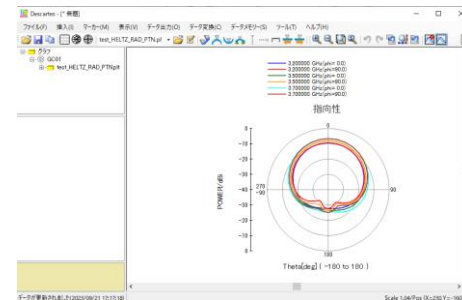

図4. 結果フォルダに出力された指向性グラフ
5. 指向性グラフのファイルを、Femtetのグラフアプリから開く。(図4)